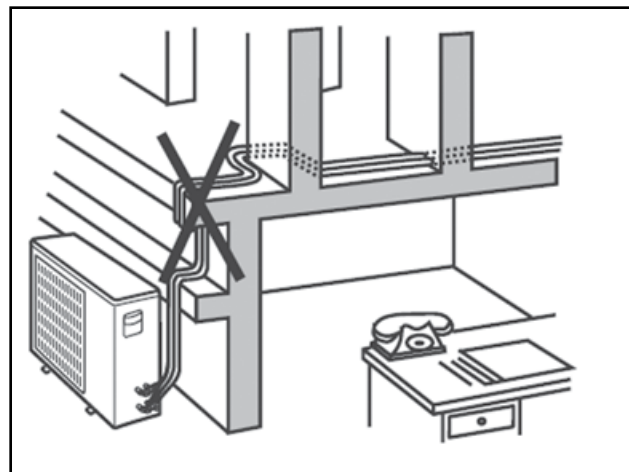

FIGURA 4 - EVITAR CURVAS E DOBRAS EXCESSIVAS
- * Evite curvas e dobras desnecessárias nos tubos de ligação (figura 4).